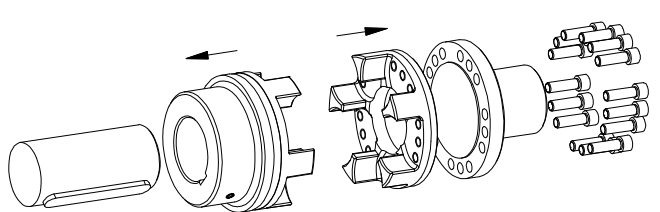
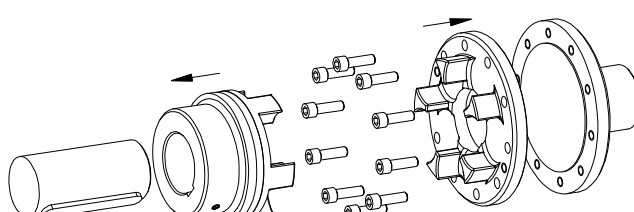

Bild 4: Montage Nabe bzw. Mitnehmerflansch (Bauart CFN)
Bild 5: Montage Nabe bzw. Mitnehmerflansch (Bauart CF)
- Montieren Sie die Nabe auf die Welle (siehe Bild 4 Bauart CFN und Bild 5 Bauart CF). Die Innenseite der Nabe muß bündig mit der Stirnfläche der Welle abschließen.
- Setzen Sie den Mitnehmerflansch vor dem Flansch der Antriebs-/Abtriebsseite (siehe Bild 4 Bauart CFN und Bild 5 Bauart CF). Verschrauben Sie die Teile und ziehen Sie die Schrauben mit einen Drehmomentschlüssel auf die in Tabelle 1 angegebenen Anziehdrehmomente T_A an.